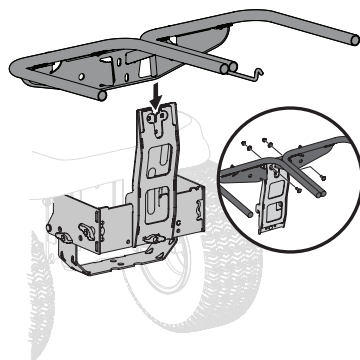

Figura 10
1. Coloque y sujete el conjunto del colgador (683-04461C) en el soporte vertical de la embolsadora usando dos pernos de carro (710-0276), dos arandelas de cubeta (736-0242) y dos tuercas de seguridad con brida (712-04063) del paquete de herrajes 689-02364. Consulte la Figura 10.